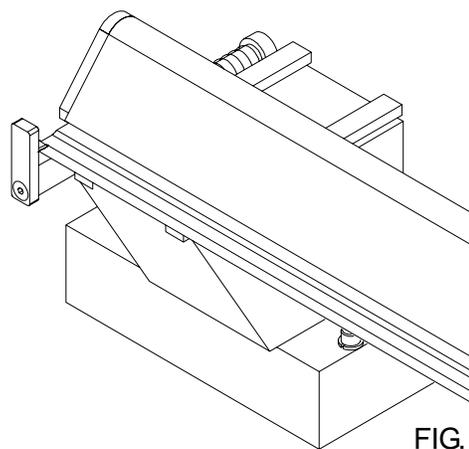

FIG. 23
3. Posizionare la controlama in modo che le punte non usurate su una controlama usata o le estremità di una nuova controlama si trovino sulle punte dei misuratori. Vedere la FIG. 23 Tirare la controlama in avanti con fermezza contro la punta del misuratore e quindi accendere gli elettromagneti. Vedere la FIG. 24. La spia rossa si accenderà sul pannello di controllo. Ruotare e lasciare in posizione entrambe le punte dei misuratori dell'allineamento.